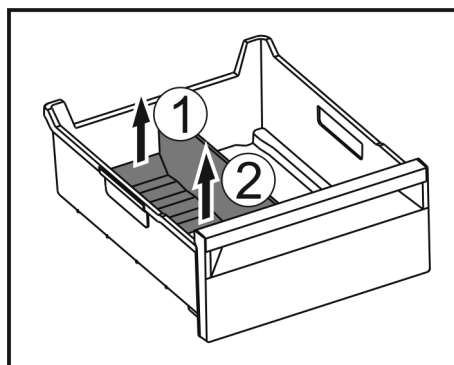

Fig. 144
- ▶ 提升冰格分隔器后部。 Fig. 144 (1)
- ▶ 向上取出冰格分隔器。 Fig. 144 (2)